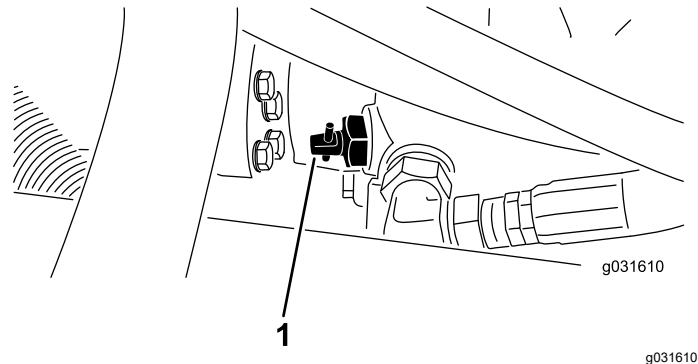

Bild 28
1. Ermitteln Sie das Sicherheitsventil an der Pumpe und drehen Sie es um 90 Grad. Bild 28